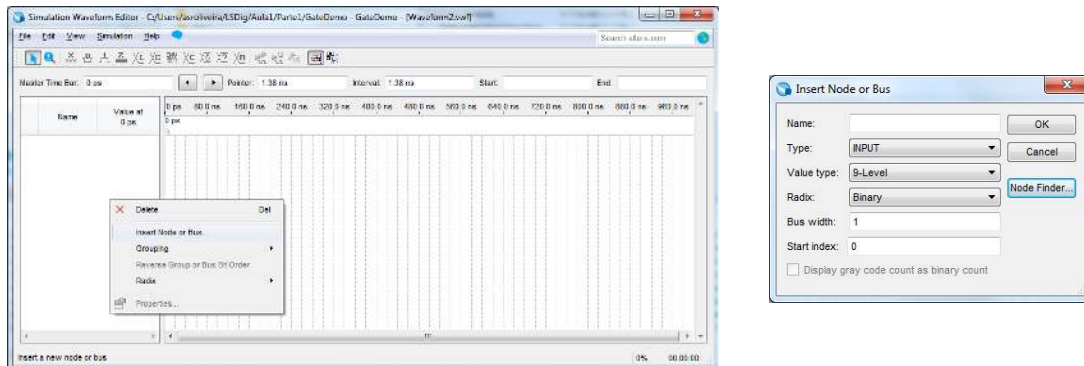

Figura 17 – Janela do simulador antes da especificação dos sinais de entrada e de saída a usar na simulação.
10. Após premir “*OK*” a janela seguinte deverá abrir, onde deverão ser indicados os sinais a usar na simulação (Figura 17).